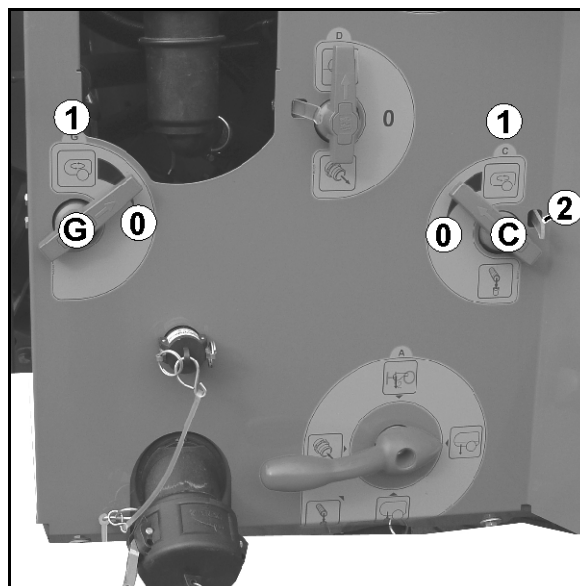

Fig. 46
Støttefod med sving (Fig. 46/1):
1. Løsn ringstiften (Fig. 46/2).
2. Træk bolten (Fig. 46/3).
3. Løft/sænk støttefoden vha. grebet (Fig. 46/4).
5. Brug håndsvinget til at (Fig. 46/5)
2. Træk bolten (Fig. 46/3) ud.